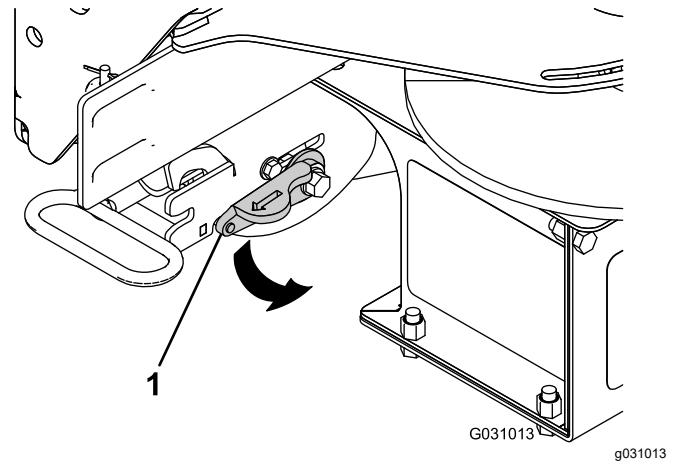

Bild 11
4. Drehen Sie den Sicherungshebel an der RT3-Halterung zum Verriegeln in die Position LOCK (Bild 11).